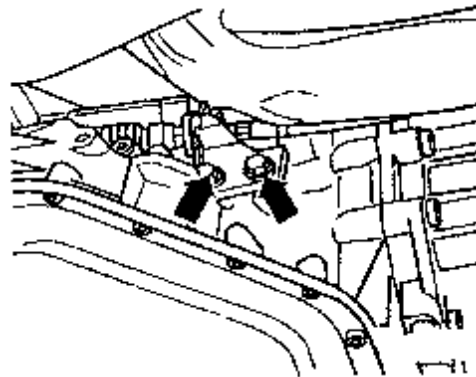
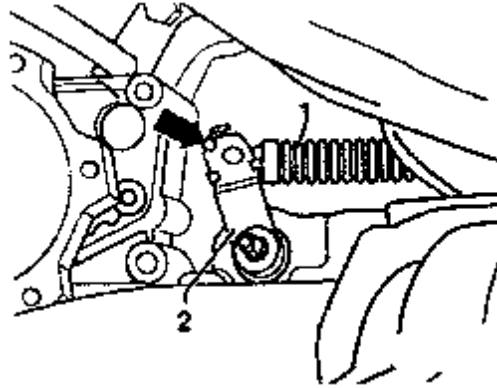

图 8-48 拆卸轴承座
图 8-49 拆卸卡箍
(25) 如图 8-48 所示，在变速杆拉线轴承座和变速箱壳体上做好标记，拆下轴承座。如果有卡箍的话，拆下变速杆拉线末端上的卡箍，如图 8-49 所示。